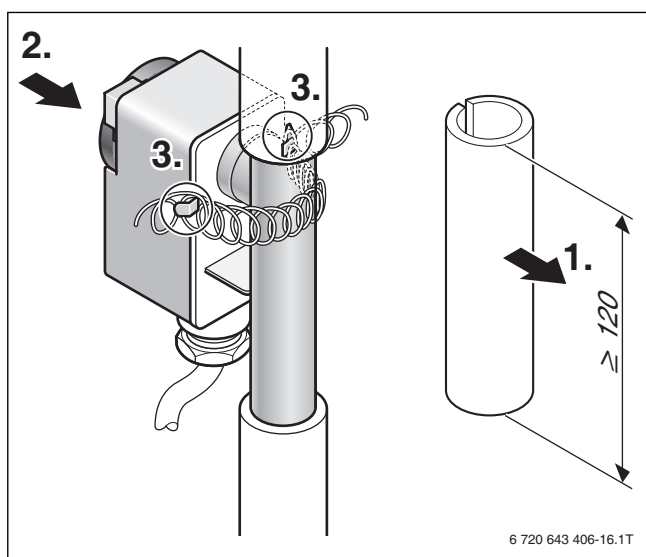

Fig. 20 Montage du thermostat
- Fixer le thermostat sans entrefer avec le tuyau de départ (→ fig. 20).